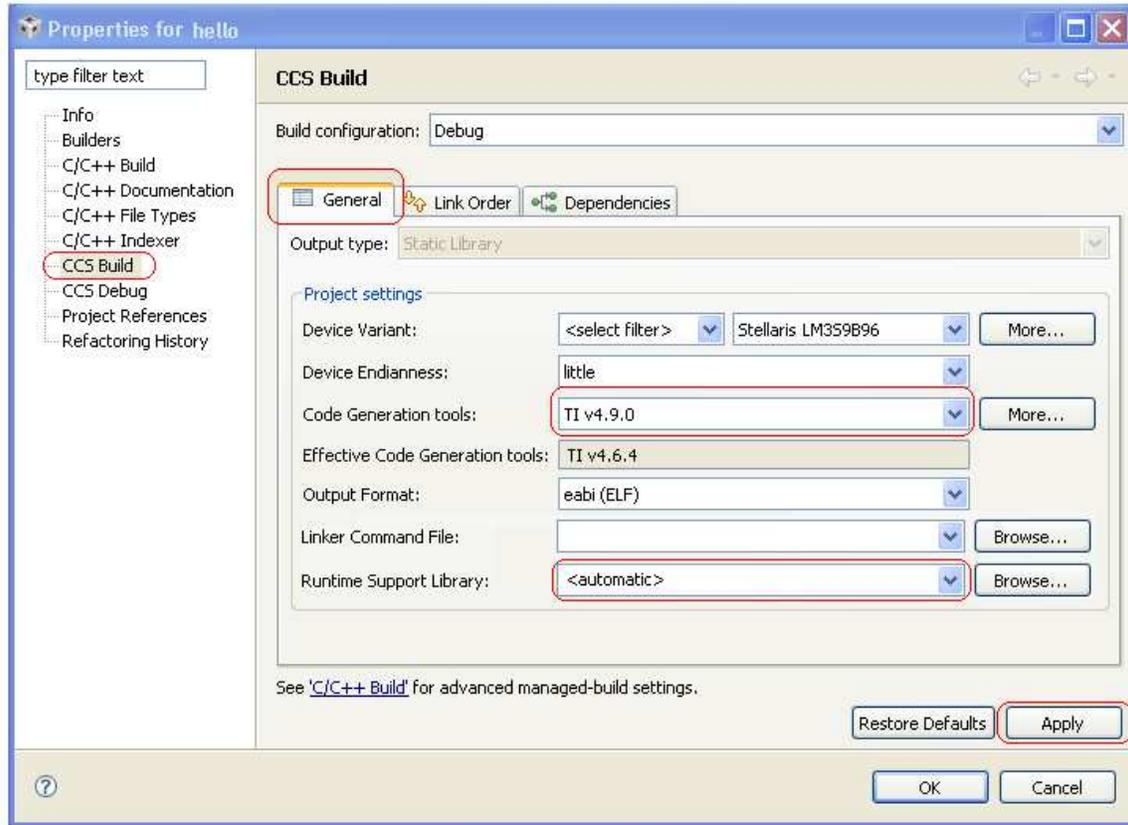

图 10. 'hello'的属性
2. 选择 Properties 来打开如图 10 中所示的项目属性窗口。